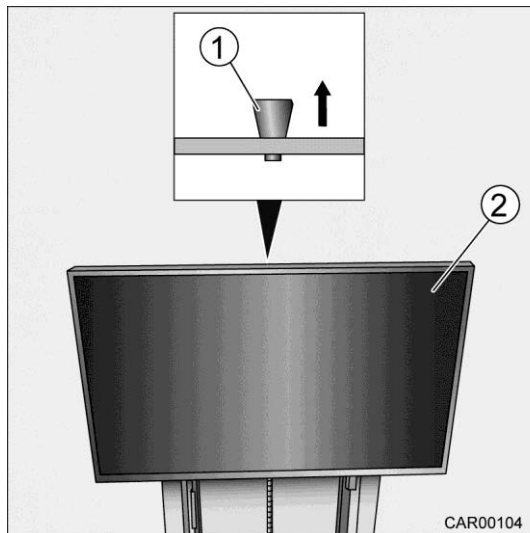

Fig. 131 Pivoter l'écran TV
1. Tirer la poignée (Fig. 131/1) vers le haut jusqu'à ce que l'écran TV (Fig. 131/2) soit déverrouillé.